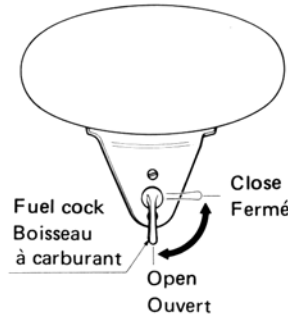

Fig. 2
- Set the lever of the fuel cock at the position of "Open". (fig 2)
- Mettre le levier du boisseau de carburant sur la position "Open" (ouvert) (Fig. 2).